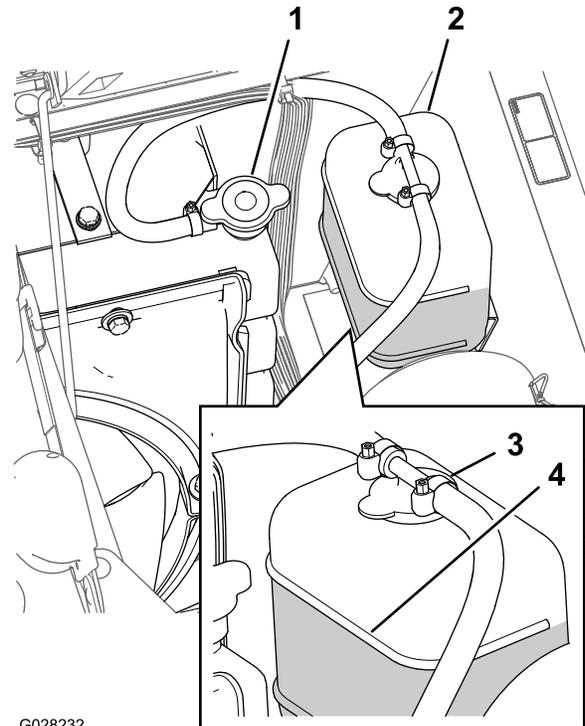

Figura 93
3. Retire cuidadosamente el tapón del radiador y el tapón del depósito de expansión (Figura 93).
Nota: El radiador debe llenarse hasta la parte superior del cuello de llenado, y el depósito de expansión debe llenarse hasta la marca Lleno del depósito (Figura 93).
5. Si el nivel de refrigerante es bajo, retire el tapón del depósito de expansión y el tapón del radiador, y llene el depósito de expansión hasta la marca Lleno (Figura 93) y el radiador hasta la parte superior del cuello de llenado ().
6. Coloque el tapón del radiador y el tapón del depósito de expansión (Figura 93).
2. Espere hasta que se haya enfriado el motor, luego retire el tapón del radiador (Figura 93).
6. Retire el tapón del radiador (Figura 93).
8. Arranque el motor con el tapón del radiador aflojado (Figura 93).
10. Una vez que el refrigerante se ha calentado, añada más refrigerante hasta que el nivel llegue a la superficie sellante del tapón, y apriete el tapón (Figura 93).
11. Abra el tapón del depósito de expansión y llene el depósito con refrigerante hasta el nivel de "Frío" (Figura 93).